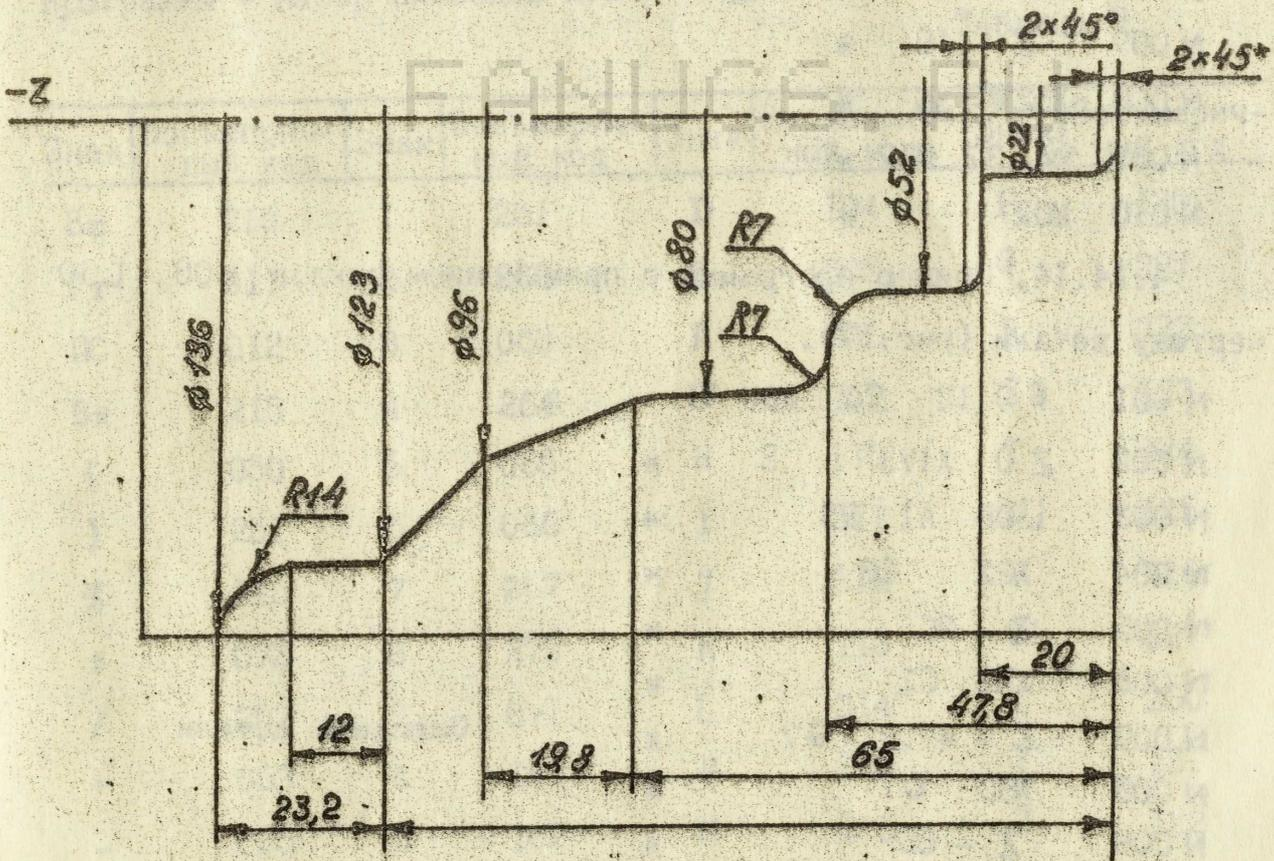

Рис. 17
4.14.14. Пример программы с применением циклов L 08, L 10 к чертежу детали (рис.17).
Пример программы для набора на перфоленту (рис.17) :